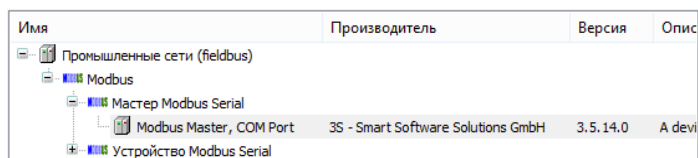

Рис. 14. Добавление Modbus Master COM Port
3. Добавить **Modbus_Master_COM_Port** (рис. 14);